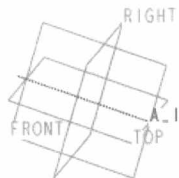
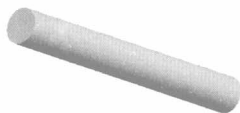
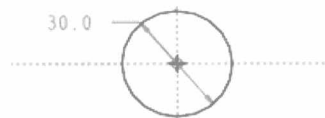

图 1.2.1 添加基准轴 A\_1
图 1.2.2 拉伸 1
图 1.2.3 截面草图
- (1) 选中 **类型** 选项组下的  **零件** 单选按钮。
- (2) 在 **名称** 文本框中输入文件名 INSTANCE\_SHAFT。
- (3) 取消选中 ☒ **使用缺省模板** 复选框，单击该对话框中的 **确定** 按钮。
- (4) 在系统弹出的“新文件选项”对话框的 **模板** 选项组中选择 **mmns\_part\_solid** 模板，单击该对话框中的 **确定** 按钮。
Step2. 添加如图 1.2.1 所示的基准轴特征——A\_1。
- (1) 单击工具栏中的“基准轴”按钮，系统弹出“基准轴”对话框。
- (2) 选取 TOP 基准平面为参照平面，将其约束类型设置为 **穿过**，按住 Ctrl 键，选取 FRONT 基准平面为参照，将其约束类型设置为 **穿过**。
- (3) 单击对话框中的 **确定** 按钮，完成基准轴的创建。
Step3. 添加如图 1.2.2 所示的拉伸特征——拉伸 1。
(1) 选择下拉菜单 **插入(I)**  $\rightarrow$  **拉伸(E)...** 命令。
(2) 定义截面放置属性。
① 在绘图区右击, 从弹出的快捷菜单中选择 **定义内部草绘...** 命令, 系统弹出“草绘”对话框。
② 设置草绘平面与参照平面。选取 RIGHT 基准平面为草绘平面, 选取 TOP 基准平面为参照平面, 方向为 **左**, 单击对话框中的 **草绘** 按钮。
(3) 此时系统进入截面草绘环境, 绘制如图 1.2.3 所示的截面草图, 完成绘制后, 单击“草绘完成”按钮  $\checkmark$ 。
(4) 在操控板中, 选取深度类型为 **11** (即“定值”), 输入深度值 220。
(5) 单击“完成”按钮  $\checkmark$ , 完成拉伸特征的创建。